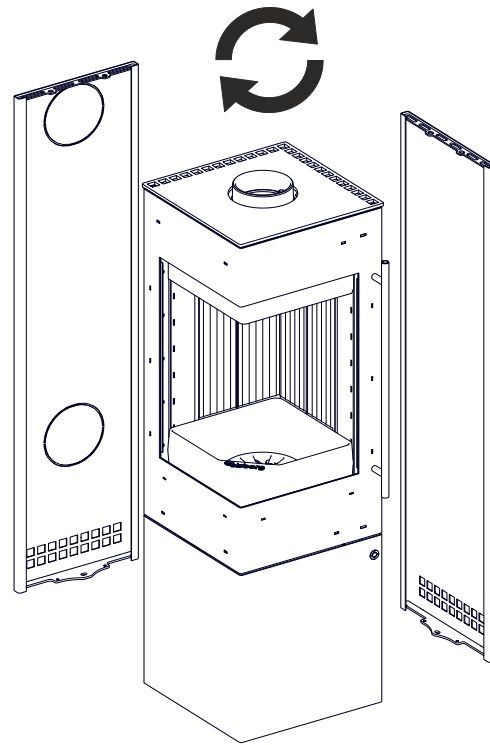

Abb. 3
- Rückwand und Seitenwand abnehmen und tauschen (siehe Abb.3+4).